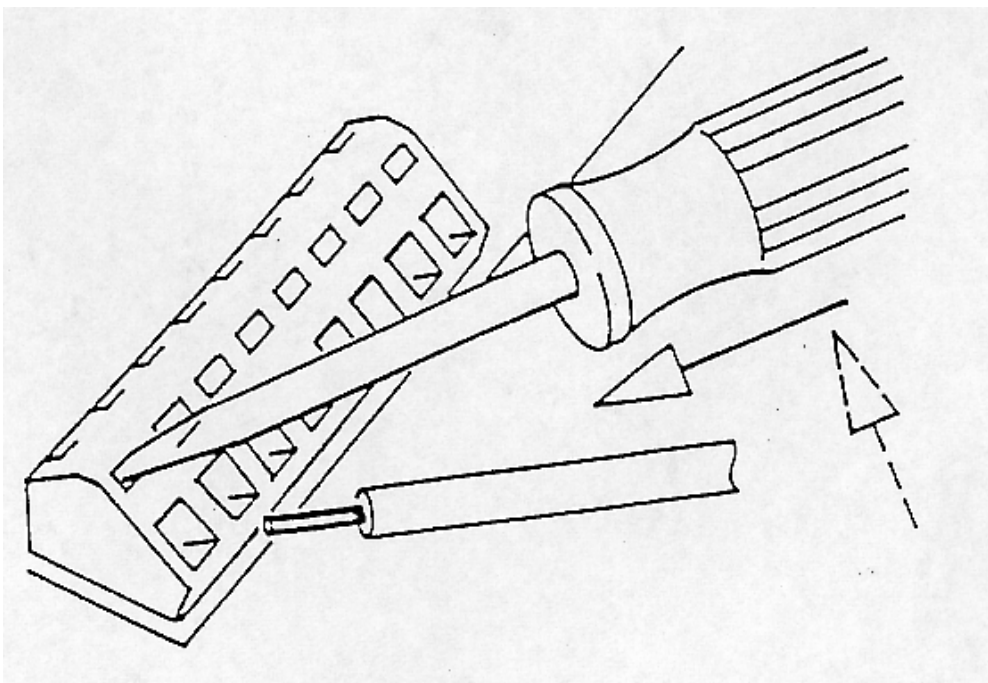

Bild 7: Klemmenbetätigung
- Hinweis für das Arbeiten mit schraubenlosen Klemmen: Bild 7 zeigt, wie die Klemmen mit einem Schraubendreher zu öffnen sind. Eine Klemme kann nur einen Leiter aufnehmen.